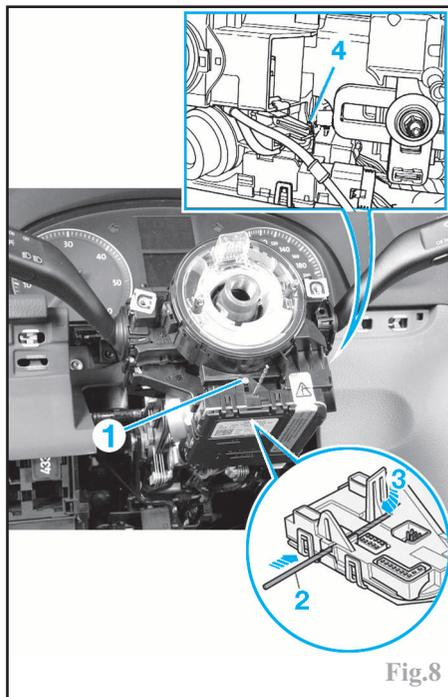

Fig. 8
-la vis de fixation (1) du calculateur de colonne de direction, à l'aide d'une douille empreinte **Torx TX08**, puis le décliper en agissant sur son clip avant (3) à l'aide d'un foret **Ø 2,5 mm (2)** et sur son clip arrière (4) à l'aide d'un petit tournevis (Fig.8).